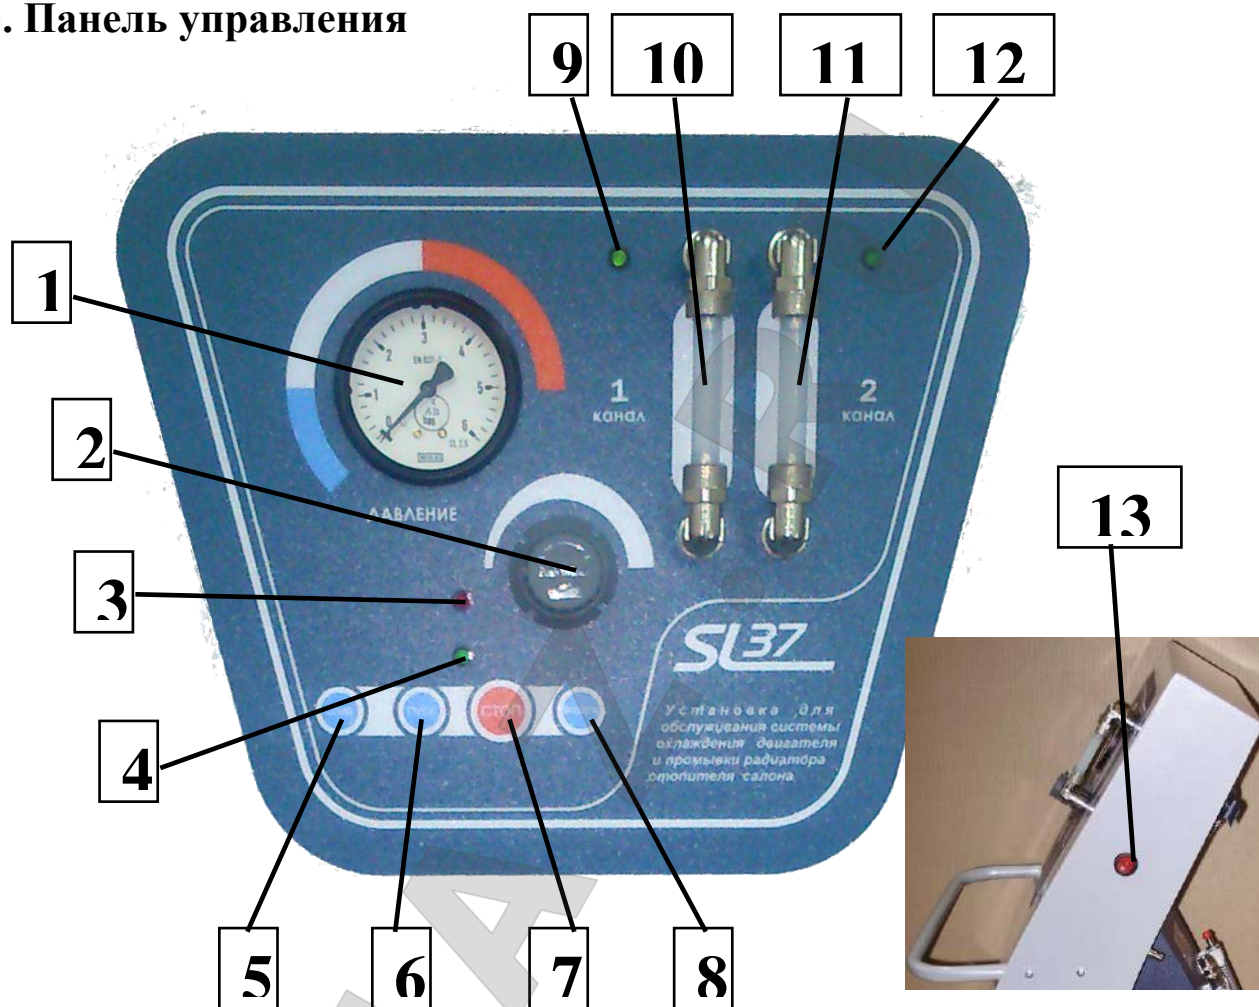
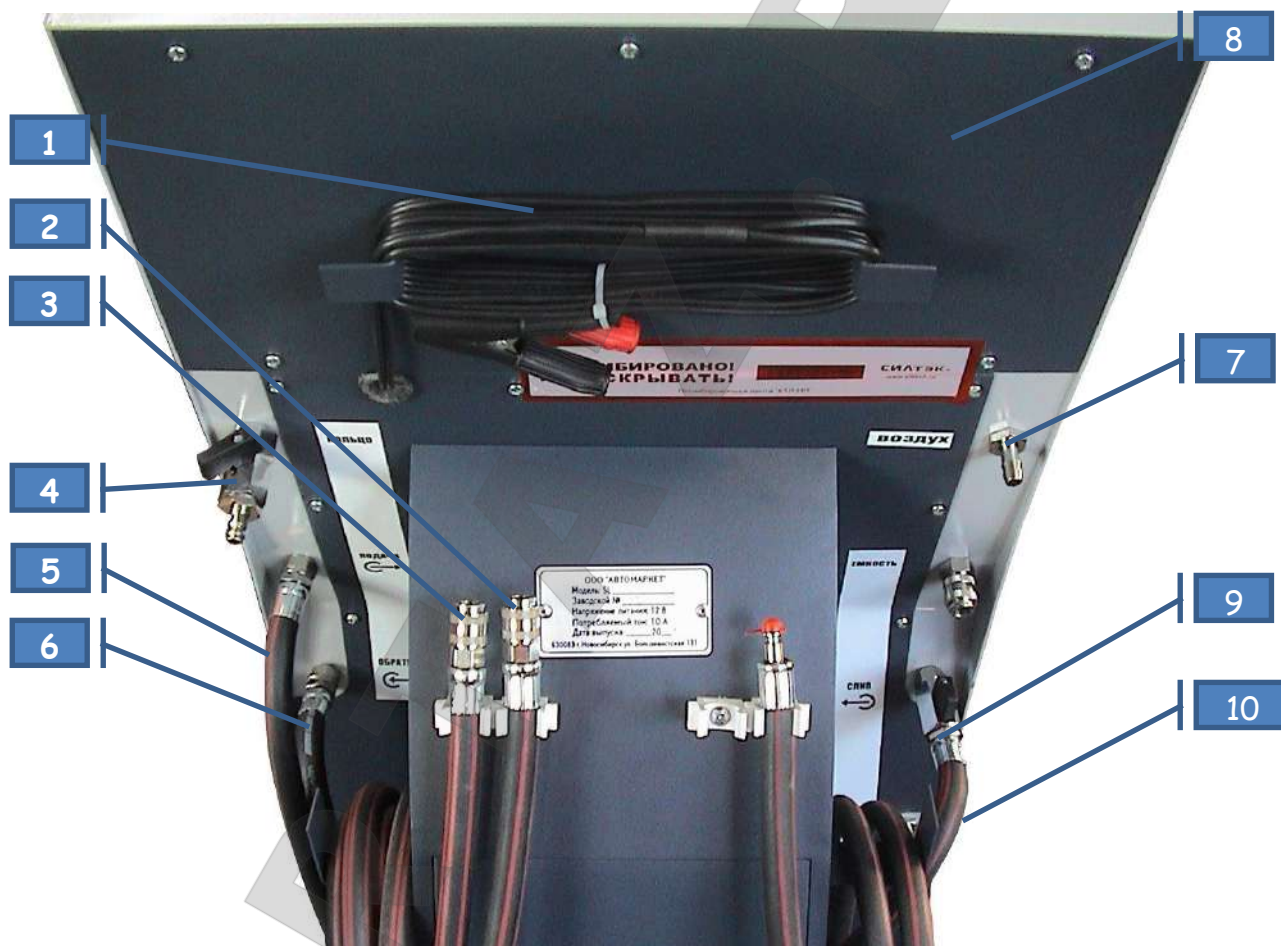

Рис. 2
Рис. 3
1. Подсоединить зажимы «крокодил» (п.1 рис. 3) кабеля питания установки к источнику питания: красный к положительной клемме - черный на «массу».
2. Включить тумблер питания (п.11 рис. 2). Загорится Светодиод канал 1 (п.1 рис. 2).
3. Заборный шланг с фильтром защелкнуть на БРС с надписью «Забор» (п.10 рис. 3).
4. Если используется **внутренний забор** – залить, используя воронку (п. 6 рис. 1), во внутреннюю емкость установки антифриз, в требуемом количестве (min 5 - max 20 литров), свободный конец заборного шланга защелкнуть на БРС с надписью «Емкость» (п. 8 рис. 3).
6. Черный шланг с надписью «Подача» (п.5 рис.3) замкнуть на БРС «Кольцо» (п.4 рис.3). Открыть шаровой кран на штуцере «Кольцо». После процедуры подготовки кран необходимо закрыть.
7. Вставить Сливной шланг установки («Слив»), в свободную ёмкость объемом не менее 20 л, и повернуть вентиль (п.9 рис. 3) в положение «Открыто» (параллельно шлангу).
8. Нажать кнопку «Слив» (п.5 рис. 2), расположенную на лицевой панели и **удерживать** ее, пока из сливного шланга (п.9 рис. 3) не пойдет равномерная, без пузырьков воздуха струя жидкости, и давление на манометре не достигнет значения 0.5 bar и более.
- нажать и удерживать кнопку «Слив» (п.5 рис.2), пока уровень жидкости не опустится до пластин радиатора;
9. Подсоединить к адаптерам шланги от установки, «Подающий» шланг черный (с надписью «Подача» п.5 рис.3) к «двигателю», «Обратный» шланг прозрачный (с надписью «Обратка» п.6 рис.3) к «термостату».
1. Повернуть вентиль Сливного шланга (п.9 рис.3) в положение «Закрывать» (перпендикулярно крану).
2. Нажать кнопку «Пуск» (п.6 рис.2).
3. Набрать давление 1,1...1,8 Bar (на манометре п.1 рис.2).
4. Нажать кнопку «Стоп» (п.7 рис.2).
6. Медленно открыть сливной кран (п.9 рис.3) на установке и стравить давление в системе.